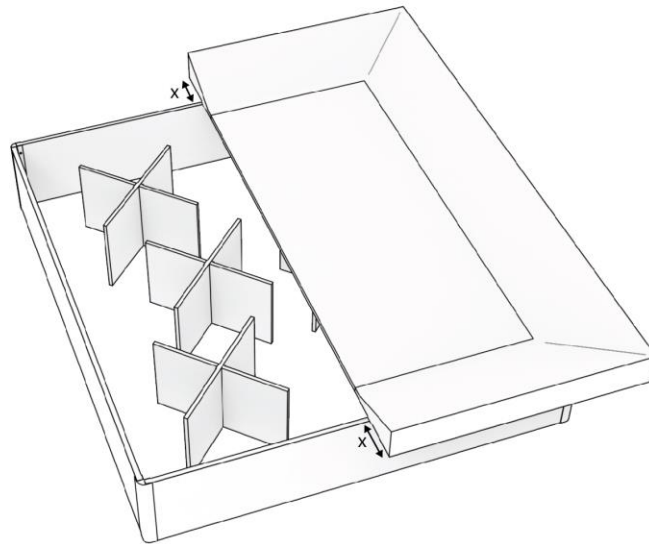

Abbildung 7: Erste Bodenplatte auf den Bettkasten legen und festschrauben.
Schritt 8. Platzieren Sie die erste der beiden mitgelieferten Bodenplatten so, dass der Rand der Platte auf den gezeichneten Linien am Kopf- und Fußende liegt, wie in Abbildung 7 dargestellt.
Achtung: Die Platte muss auf allen Seiten (Seite, Kopf und Fuß) gleich weit hervorstehen, wie in Abbildung 7 angegeben mit Abstand 'x'.